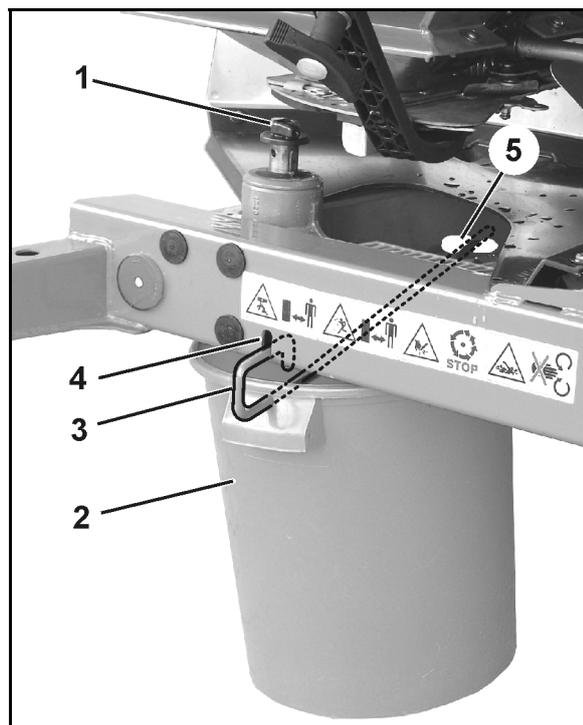

Fig. 52
- 2.1 Svitare la vite ad alette (Fig. 52/1) di fissaggio del disco spargitore ed estrarre il disco spargitore dall'albero di trasmissione.
3. Agganciare il raccoglitore (Fig. 52/2) mediante le staffe (Fig. 52/3) negli alloggiamenti (Fig. 52/4 e Fig. 52/5) al telaio.